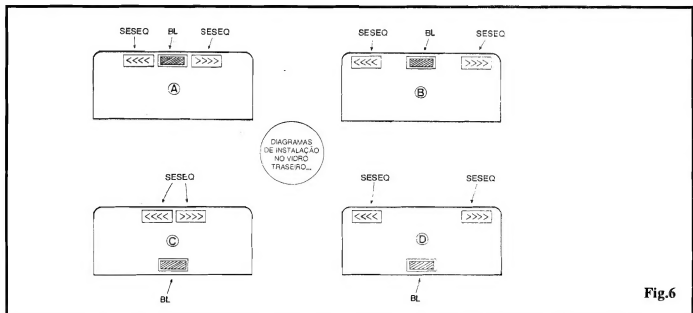

Fig.6
- FIG. 6 - DIAGRAMAS BÁSICOS DE INSTALAÇÃO FÍSICA... - Conforme já foi dito desde o início da presente matéria, a utilização do SESEQ "casa" direitinho com a prévia instalação do BRAKE LIGHT SUPERMÁQUINA (projeto já descrito, em Edição anterior de APE...). Assim, dependendo unicamente de como e onde o dito BRAKE LIGHT já se encontra instalado, uma das quatro sugestões práticas mostradas nas opções 6-A, 6-B, 6-C ou 6-D poderá ser adotada, com excelentes resultados estéticos, funcionais, visuais e de segurança... Em qualquer caso, recomenda-se a colocação dos dois módulos SESEQ na parte *alta*, elevada, do vidro traseiro do veículo, enfatizando sua visualização pelos motoristas dos veículos que venham atrás... É bom também não esquecer de posicionar as "setas" internas dos *displays* dos SESEQ (que correspondem ao sentido dinâmico do sequenciamento...) sempre apontando para "fora", conforme sugerem os diagramas/exemplos... Finalizando essa etapa, mesmo que o Leitor não possua, instalado no seu carro, a anterior BL (BRAKE LIGHT), ainda assim as quatro sugestões mostradas continuam válidas, em termos do posicionamento/ instalação dos dois SESEQs...